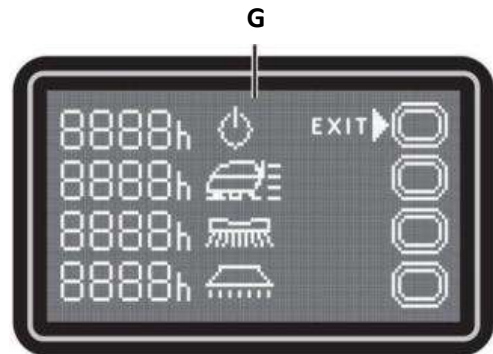

Abb. 9
**Bildschirm Betriebszeitähler (G, Abb. 9)**